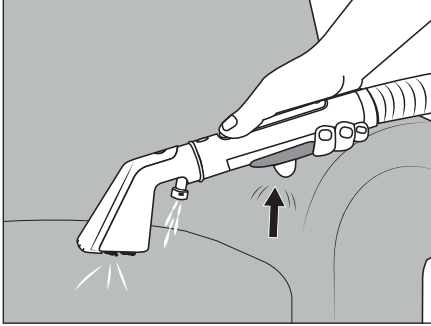

Abb. 6
(1) Achten Sie darauf, dass beim Betrieb des Geräts die Saugöffnungen ❷/❸ der Polsterdüse ❹ bzw. der Fugendüse ❺, nicht blockiert werden. Eine Blockade kann durch herumliegende, lose Gegenstände, Fusseln, Haare o. Ä. verursacht werden. Dies kann dazu führen, dass die Polsterdüse ❹ bzw. die Fugendüse ❺, beschädigt werden und nicht mehr ordnungsgemäß funktionieren. (2) Überprüfen Sie vor der Reinigung von Polstern/Teppichen das Herstelleretikett auf besondere Pflegeanweisungen. Das Gerät ist nicht geeignet für empfindliche Textilstoffe (z. B. Seide, Leder, Flokati etc.). (3) Testen Sie bei der Verwendung von Reinigungsmitteln (Essigreiniger und Polsterreinigungsmittel) die Farbechtheit. Beginnen Sie die Reinigung mit dem Gerät immer zuerst an einer unauffälligen Stelle. (4) Das Gerät muss vor dem Betrieb ordnungsgemäß montiert sein und der Frischwasserbehälter ❷  muss befüllt sein. (5) Schalten Sie das Gerät aus, bevor Sie die Polsterdüse ❹ und die Fugendüse ❺ miteinander wechseln. (6) Ist der Schmutzwasserbehälter ❸  voll, schließt der Schwimmer ❹ die Saugöffnung und das Gerät läuft mit erhöhter Drehzahl. Schalten Sie das Gerät sofort aus (siehe Kapitel **Schmutzwasserbehälter reinigen**).
- ◆ Klappen Sie die Tragegriffe ❻ nach oben und tragen Sie das Gerät zu dem Ort, wo Sie es benötigen.
- ◆ Nehmen Sie den Sprüh-/Saugschlauch ❻ aus den Schlauchhalterungen ❽/❾.
- ◆ Schieben Sie die Schlauchhalterung ❽ in das Gerät.
- ◆ Halten Sie den Sprüh-/Saugschlauch ❻ am Handteil fest.
- ◆ Halten Sie die Polsterdüse **22** 2-3 cm über den zu reinigenden Bereich. Betätigen Sie die Sprühtaste **20**, um Wasser/Reinigungslösung aus der Sprühdüse **26** aufzutragen (siehe Abb. 6).